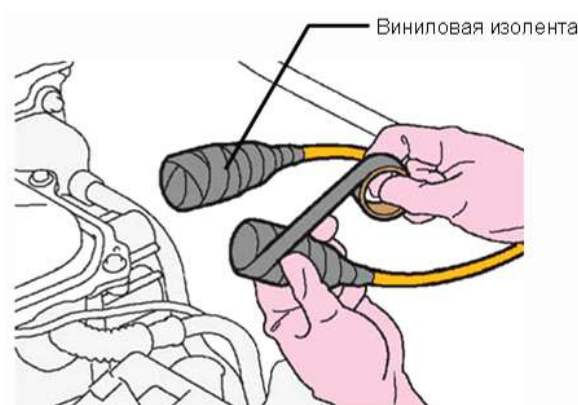

Рис. 5. Изолирование высоковольтных проводов
7. Изолировать отсоединённые наконечники высоковольтных проводов виниловой изолянткой (рис. 5).